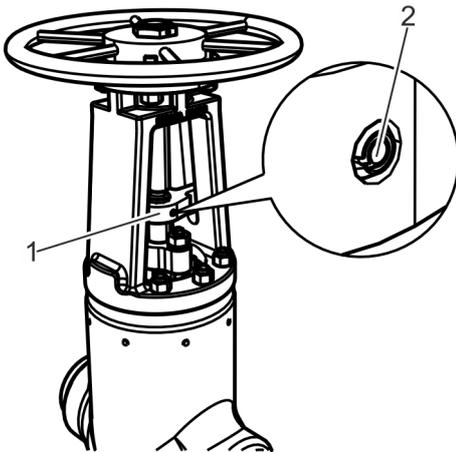
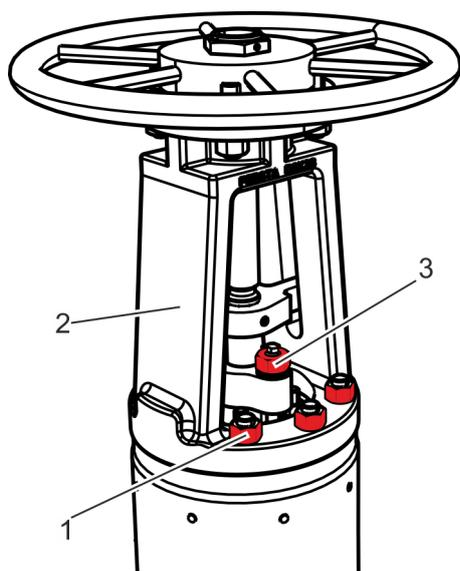

Fig. 19: Dévisage du dispositif anti-rotation
Fig. 20: Retrait des écrous
1. ➤ Si un dispositif anti-rotation est présent : Dévisser et retirer la goupille de serrage (Fig. 19/2) du dispositif anti-rotation (Fig. 19/1).
Desserrer et retirer les écrous (Fig. 20/1) du chapeau en étrier.
Dévisser les écrous (Fig. 20/3) sur le fouloir de presse-étoupe et retirer toutes les rondelles.
⇨ Le chapeau en étrier (Fig. 20/2) se détache du carter.
Retirer par le haut le chapeau en étrier (Fig. 20/2) et le dispositif anti-rotation (Fig. 19/1).